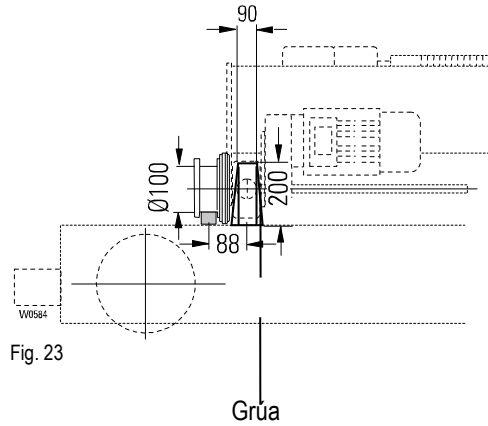
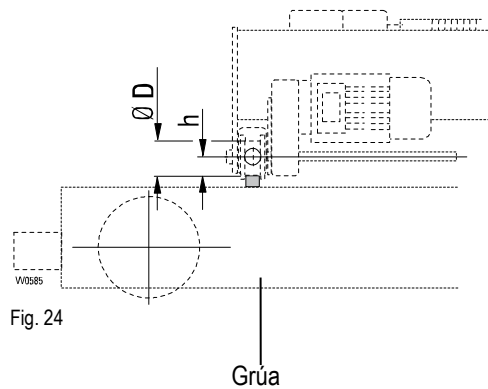

Fig. 23
Fig. 24
- Montar los topes adecuados. Medidas véase Fig. 23, Fig. 24. y Tab. 12